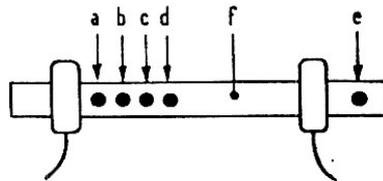

FIG. II-17
*Troisième cas* : figure II-17.